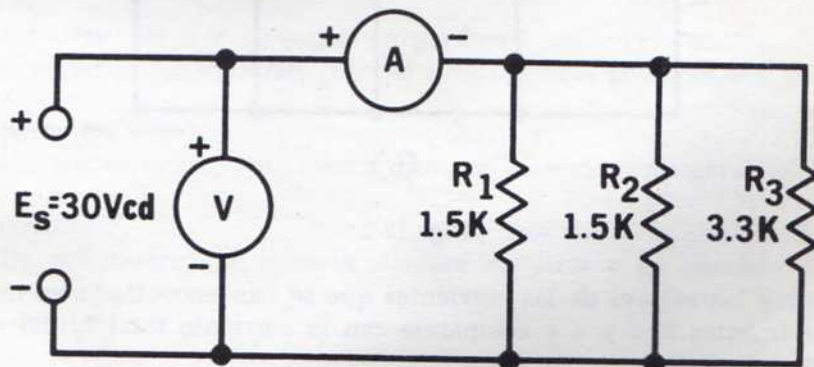

Fig. 12-1
1. Conecte las resistencias R_1, R_2 y R_3 en paralelo a la fuente de energía. Inserte el amperímetro en serie con el circuito en paralelo, como se muestra en la Fig. 12-1. Ajuste la fuente de energía a 30 Vcd.
6. En los estudios previos, se ha visto que la tensión aplicada a todas las ramas de un circuito en paralelo, era la misma. Por lo tanto, calcule usando los valores **codificados** de R_1 , R_2 y R_3 y una fuente de tensión de 30 volts, la corriente en cada rama del circuito como se muestra en la Fig. 12-1.